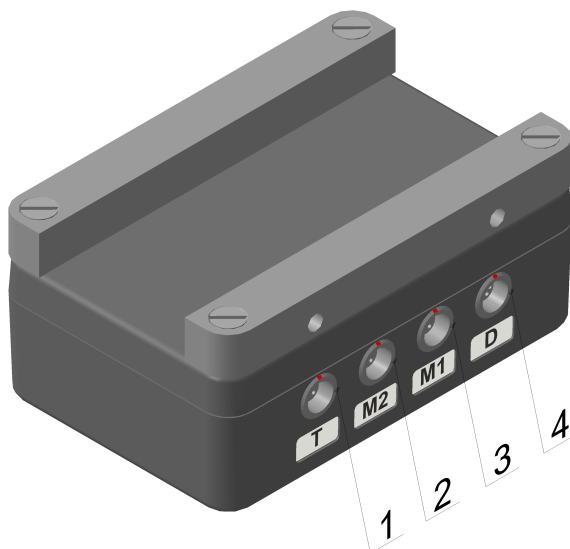

Рис. 1.8. Блок «UNE-P01» (1 — разъем «T»,
Данная опция реализуется подключением к ОПБ «UNISCOPE» одного или двух внешних согласующих блоков параметрических измерений «UNE-P» (далее — блок «UNE-P»), к которым, в свою очередь, подключаются аналоговые устройства. Ниже рассматривается модель под названием «UNE-P01» (далее — блок «UNE-P01», рис. 1.8).
- ◇ разъем универсального параметрического входа **«M1»** блока **«UNE-P01»** (п. 3 рис. 1.8) и обозначение данного входа в программном обеспечении — вход M1;
- ◇ разъем универсального параметрического входа **«M2»** блока **«UNE-P01»** (п. 2 рис. 1.8) и обозначение данного входа в программном обеспечении — вход M2;
- ◇ разъем входа RTD датчика **«Т»** блока **«UNE-P01»** (п. 1 рис. 1.8) и обозначение данного входа в программном обеспечении — вход Т.